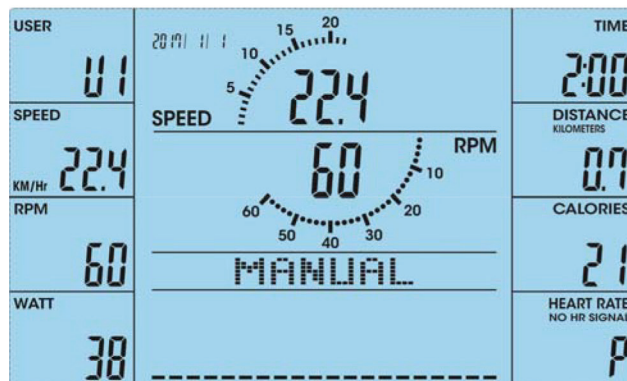

Fig. 17
2. For at starte træningen skal du trykke på START/STOP (fig. 17).
4. For at starte træningen skal du trykke på START/STOP (fig. 17).